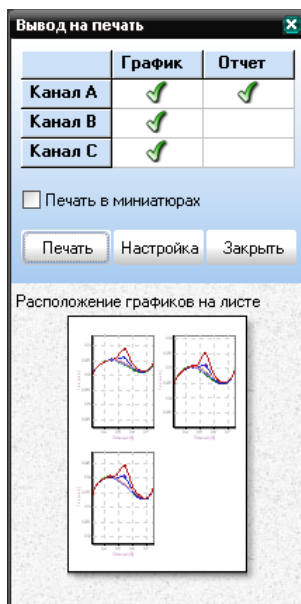

Рис. 4.13. Диалоговое окно **Вывод на печать**
**Печать** **Ctrl+P** — команда открывает окно печати результатов измерения и анализа (Рис. 4.13). В таблице, галочками ставятся те пункты, которые следует послать на печать. Пропорции графиков относительно печатного листа, показаны в нижней части окна. Масштаб вывода графиков можно уменьшить, установив переключатель **Печать в миниатюрах**.